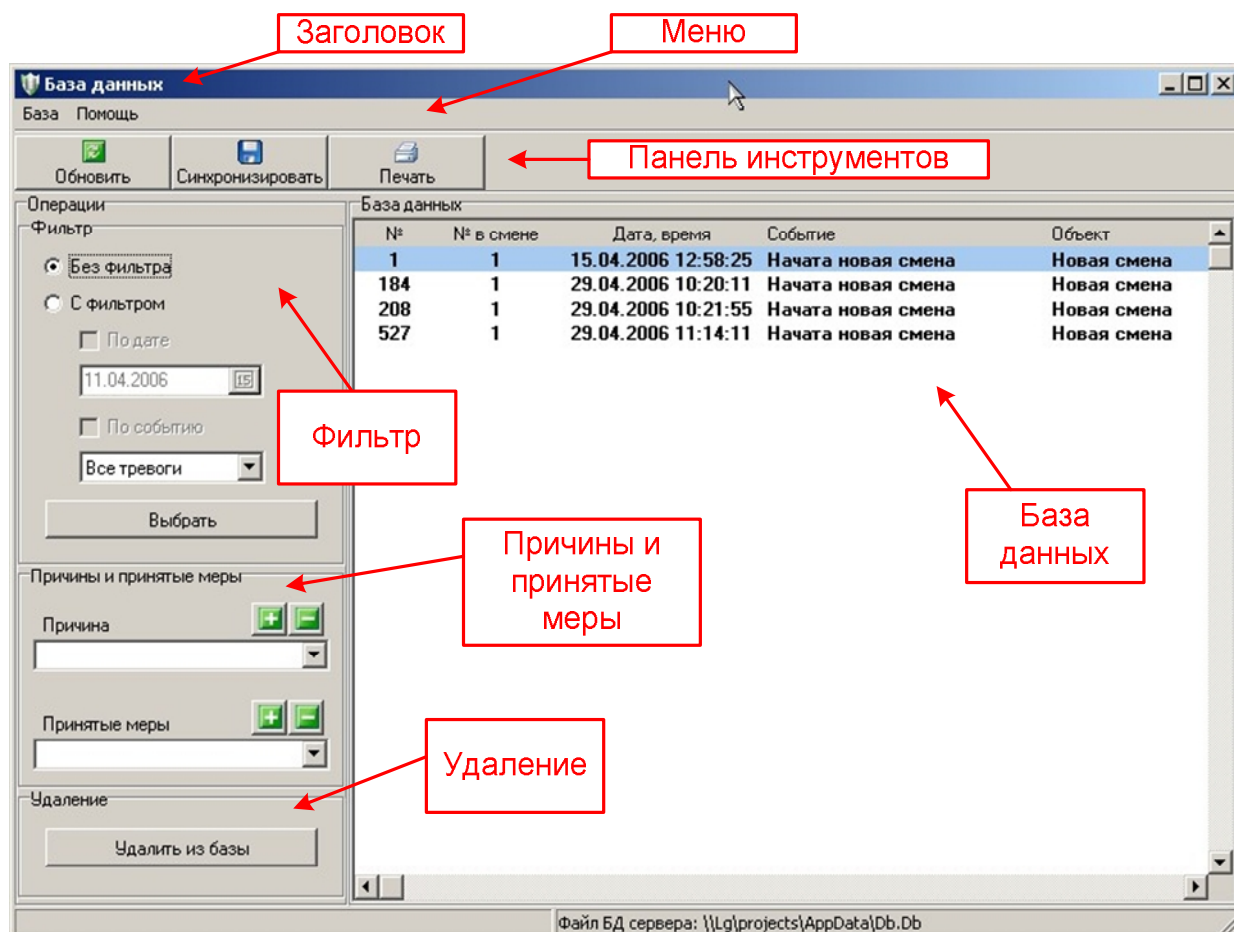

Рис. 8
Модуль «База журналов» (рис. 8) содержит в хронологическом порядке все журналы событий.
3. Нажать кнопку «Удалить из базы» группы «Удаление» (Рис. 8).